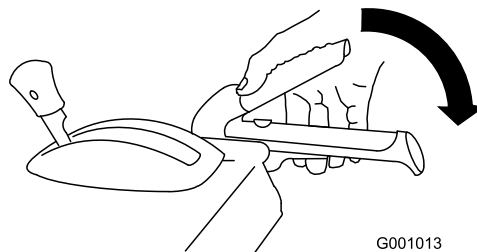

Figura 39
2. Innestate la leva della coclea/ventola e mantenetele in posizione (Figura 39).